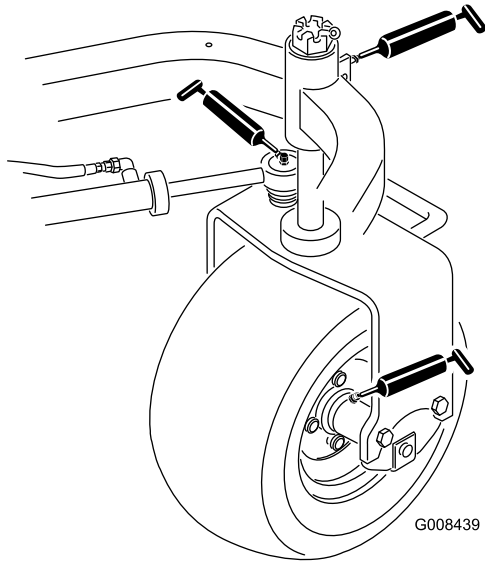

図 27
- 後ホイールハブヶ所 図 27
- キャスタベアリング1ヶ所 図 27
- ステアリングシリンダ2ヶ所 図 27